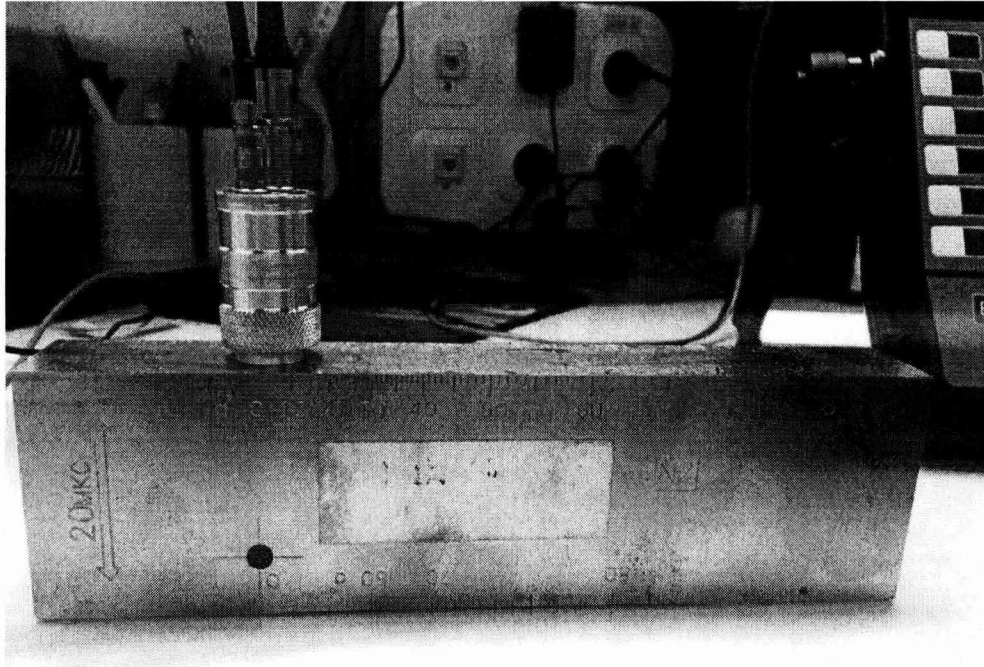

Рисунок 12.
7.3.4.5. Установить прямой ПЭП на образец СО-2 из комплекта контрольных образцов и вспомогательных устройств КОУ-2 по высоте образца (Рисунок 12).